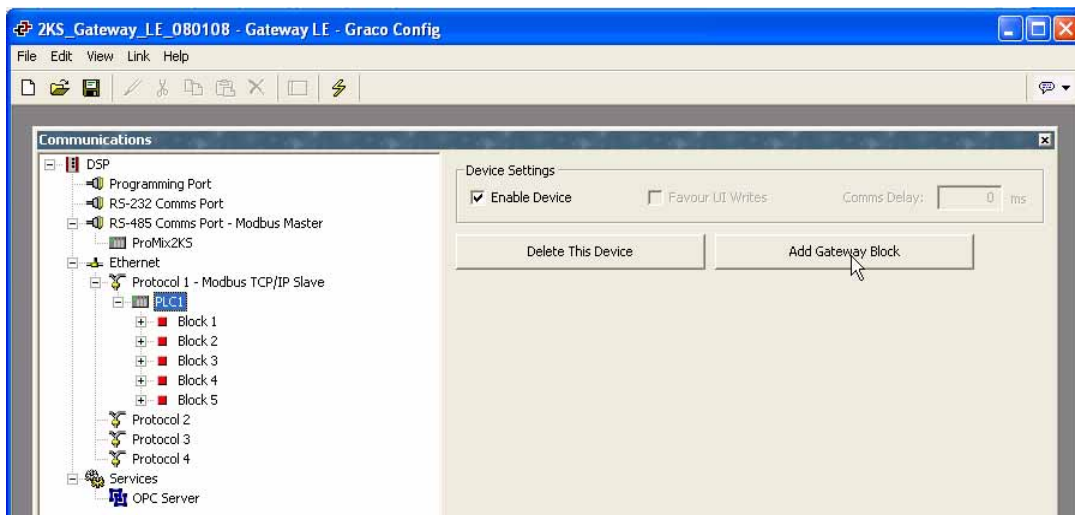

ABB. 21: Gateway-Blöcke hinzufügen
4. Siehe ABB. 21. Unter jedem Gerät die gewünschte Anzahl von Gateway-Blöcken hinzufügen.